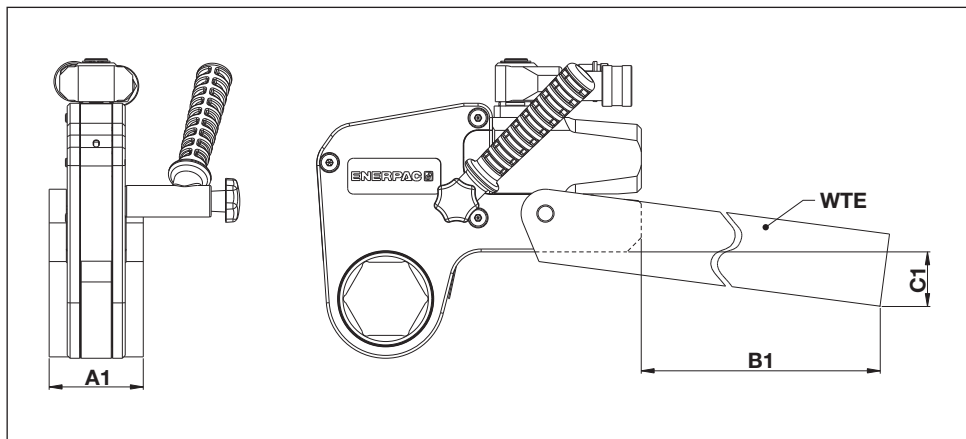

Рис. 23
6.1.1 Размеры, удлиненный опорный рычаг серии WTE (рис. 23)